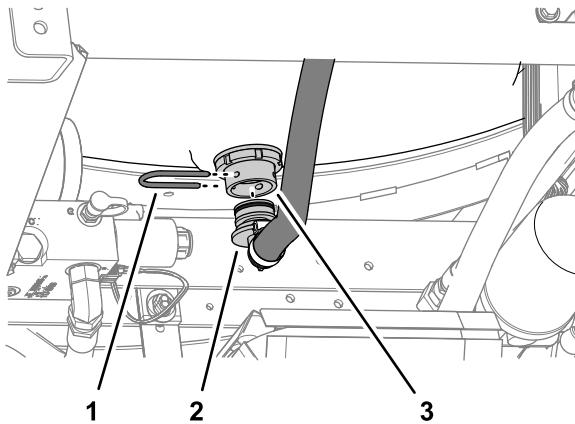

図 3
3. すすぎタンク底部で、給液ホースの90°フィッティングをバルクヘッドフィッティングに固定しているリテーナフォークを外す図3。
4. バルクヘッドフィットティングから、90° フィットティングを外す図 3。